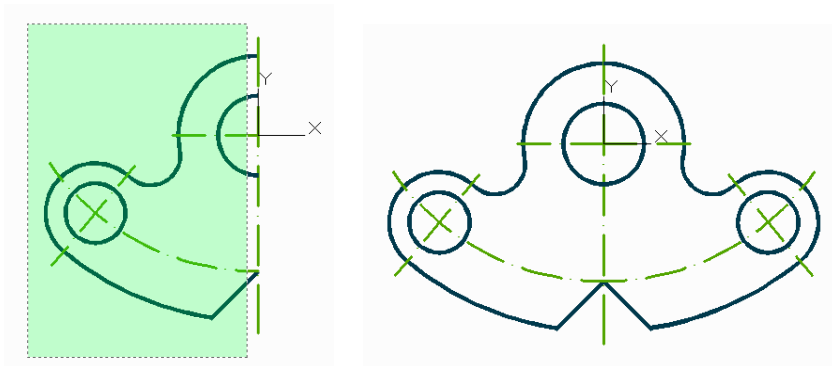

Рисунок 1.9 – Послідовність побудови графічної роботи «Плоский контур»
– обрати команду *Mirror* (Дзеркало)  → на запит вибрати весь побудований контур, окрім вертикальної осьової лінії (рис. 1.9) ↵